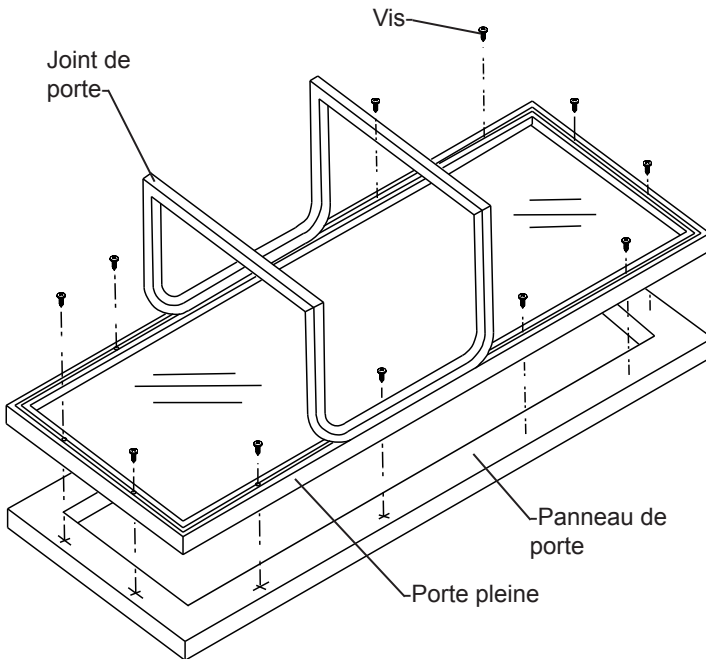

Figure 31
1. Enlevez le joint de l'avant de porte (Voyez la Figure 31). Pour cela, sortez-le du canal qui le retient sur l'avant de porte. Cela va exposer les trous de traversée pour le montage du panneau de revêtement personnalisé (Voyez la Figure 31).
2. Mettez la porte sur le panneau de revêtement et alignez les bords (Voyez la Figure 31). Maintenez le panneau en position et marquez l'emplacement des avant-trous. Récupérez la taille requise des avant-trous dans le Tableau D ci-dessous, et percez-les en vous assurant de ne pas traverser complètement le panneau de revêtement.